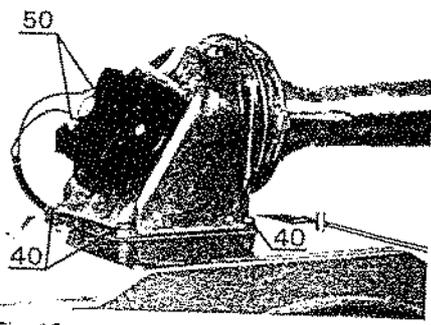

Fig. 16
Placer la double buse sur la chaudière selon l'orientation choisie. La fixer à l'aide des 4 vis (40) (fig. 16). Serrer fortement pour établir la parfaite étanchéité au niveau du joint.
Après mise en place du dispositif double buse orientable, effectuer la liaison électrique de la chaudière au pressostat en raccordant les 2 fils (50 - fig. 16).